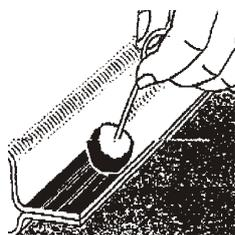

Рис. 4
4. Если лак кузова частично повреждён - нанести на эти места праймер (продукт Terostat -8521), чтобы защитить кузов от коррозии. (рис. 4)